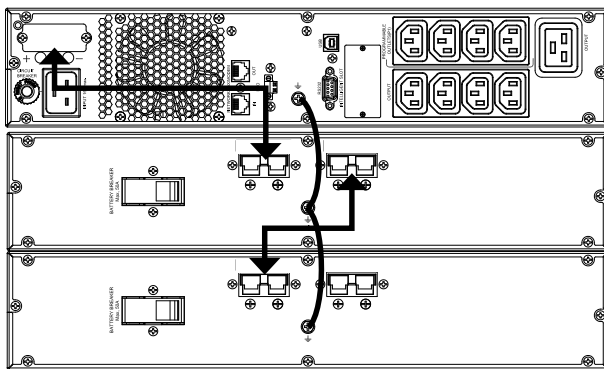

Abb. 10. Conexión con módulos de baterías.
Den Stecker an einem Ende des Schlauchs in die jeweilige SPS.ADVANCE-Buchse und den Stecker des anderen Endes in die Buchse des Batteriemoduls stecken (siehe Abb. 10).
- In der Abb. 10 wird der Anschluss eines Geräts mit 3 kVA in einer Anordnung Typ Rack mit zwei Batteriemodulen dargestellt. Für eine größere Anzahl so ähnlich wie in der Abbildung dargestellt vorgehen.